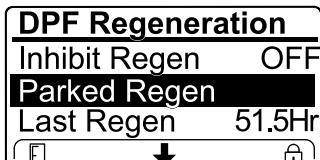

Figura 59
- Si el ordenador del motor solicita una regeneración de recuperación o si está procesando una regeneración de recuperación y se desplaza hasta la opción PARKED REGEN (Regeneración con la máquina aparcada), la regeneración con la máquina aparcada se bloquea y aparece el ícono del candado (Figura 59) en la esquina inferior derecha del InfoCenter.